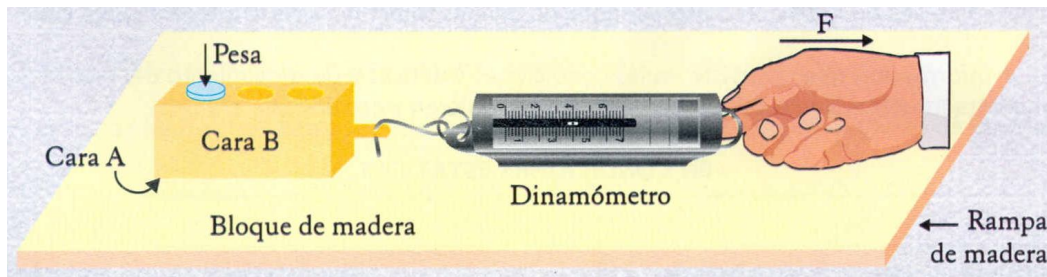

Figura 3.1. Instalación del material y equipo para la actividad experimental de rozamiento.
1. En la figura 3.1 se ilustra un bloque colocado sobre una superficie horizontal y sometido a la acción de una fuerza aplicada con la mano a través de un dinamómetro; la posición del dinamómetro es paralela a la superficie y tanto la mano como el dinamómetro no se encuentran apoyados en la superficie.